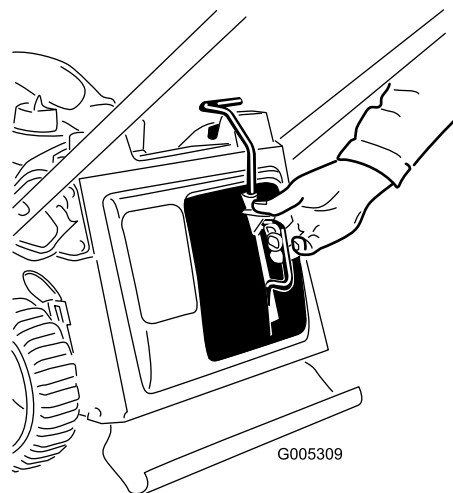

Figure 32
3. Insérez l'obturateur de mulching (Figure 32).